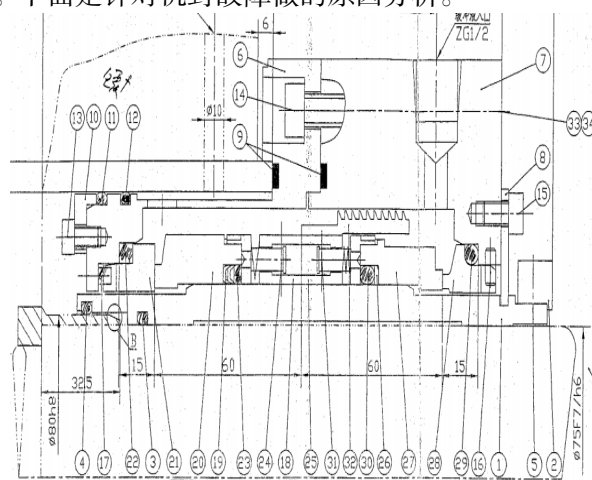
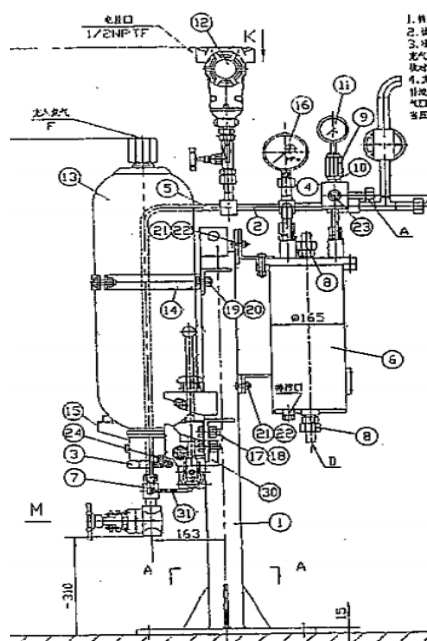

图 1
图 2
P5101AB 羰基反应器循环泵为悬臂梁式离心泵, 入口压力 1.8~1.9MPa, 出口压力 2.2~2.4MPa, 流量为: 904m3/h, 扬程: 65m, 转速: 1470r/min, 输送介质: 羰基母液 ( 三苯基膦、铑催化剂、丁醛, 异丁醛等 ), 机械密封采用集装式背靠背双端面机械密封, C53B 系列密封辅助系统 ( 图 2 ), 介质端密封采用自冲洗, 大气侧采用白油冲洗。泵厂家选用的是丹东克隆机械密封 C8BK-90/TP/C89B-88/B9 ( 图 1 )。
由图 1 可以看出, 介质端机械密封主要作用就是密封泵内介质, 保证泵稳定运行, 大气侧机械密封为白油密封液, 保证介质侧出现泄漏能够起到密封作用, 延长运行时间。
故障现象 1: 机械密封轴套处介质泄漏。原因分析: 机械密封轴套与轴通过传动环紧固螺钉固定在泵轴上, 泵内介质与大气隔离是通过 ( 图 1 ) ④聚四氟乙烯包覆氟橡胶 O 型圈、③氟橡胶 O 型圈密封。通过泄漏集装机封拆检发现, 泵长时间运转, 叶轮径向跳动首先会使④聚四氟乙烯包覆氟橡胶 O 型圈的外层聚四氟乙烯层折断